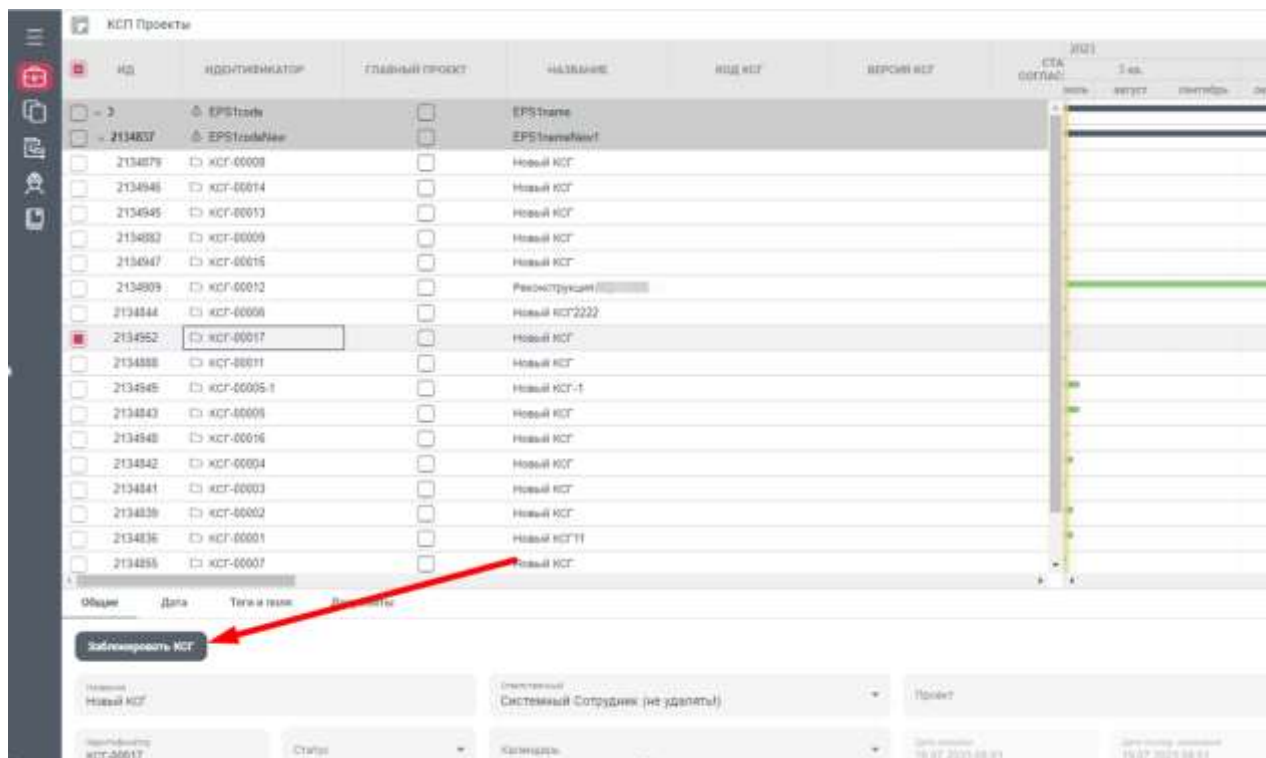

Рисунок 67 – Раздел «Проекты, блокировка КСГ от изменений
1. В разделе Проекты выделить проект и во вкладке «Общее» нажать кнопку «Заблокировать КСГ» (Рисунок 67)